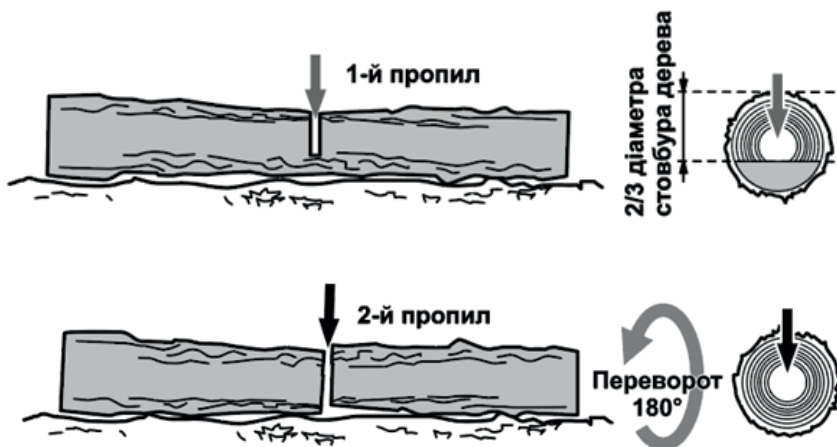

Рисунок 10. Схема розпилювання колоди без підкладання опор.
5.2.3.1 Розпилювання колоди на ґрунті (рис. 10).
2. Повільно розпиляти колоду до 2/3 її діаметра (1, рис. 10).
3. Перевернути колоду та розпиляти її з протилежного боку (2, рис. 10).
1. Підготувати надійні опори на ґрунті та зафіксувати на них колоду від руху в положенні аналогічному до рис. 10.